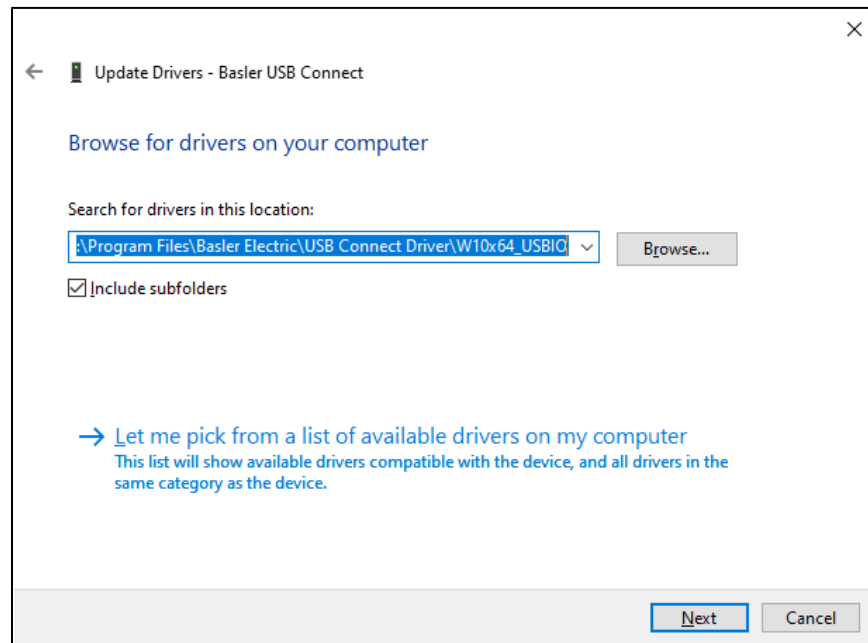

Abbildung 9-5. Treibersoftware aktualisieren - DGC-2020HD
Schritt 5. Klicken Sie auf 'Durchsuchen...' und navigieren Sie zu C:\Programme\Basler Electric\USB Connect Driver\W10x64_USBIO. Klicken Sie auf Weiter. Siehe Abbildung 9-5.